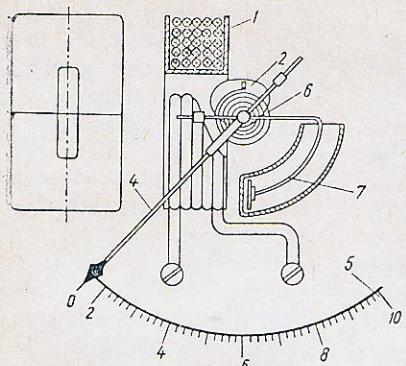

Figura 8
Na figura 8 vemos um instrumento de FM do tipo a atração. A bobina (1) possui uma brecha de ar, por onde pode penetrar o ferro móvel (2) e é construída com grande número de espiras (2.000 a 10.000) de fio de cobre fino (cerca de 0,1 mm de diâmetro) se for um voltímetro e algumas espiras de fio de cobre grosso se for um amperímetro. No eixo (3) está prê-